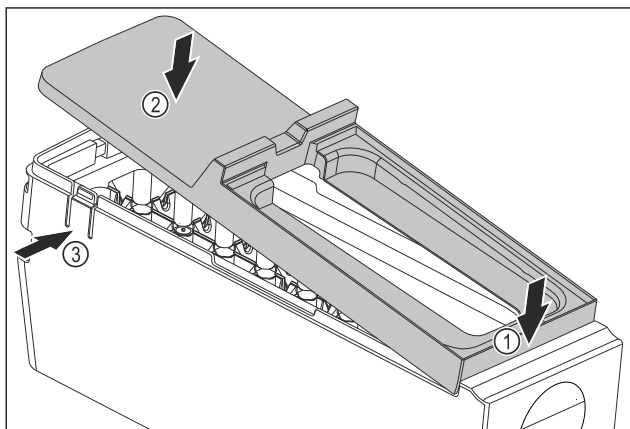

Fig. 124
- ▶ Montaż osłony korpusu EasyTwist-Ice: Osłonę założyć od przodu. Fig. 124 (1)
- ▶ Opuścić osłonę z tyłu. Fig. 124 (2)
- ▶ Osłona zatrzaskuje się słyszalnie w obu nakładkach Fig. 124 (3).